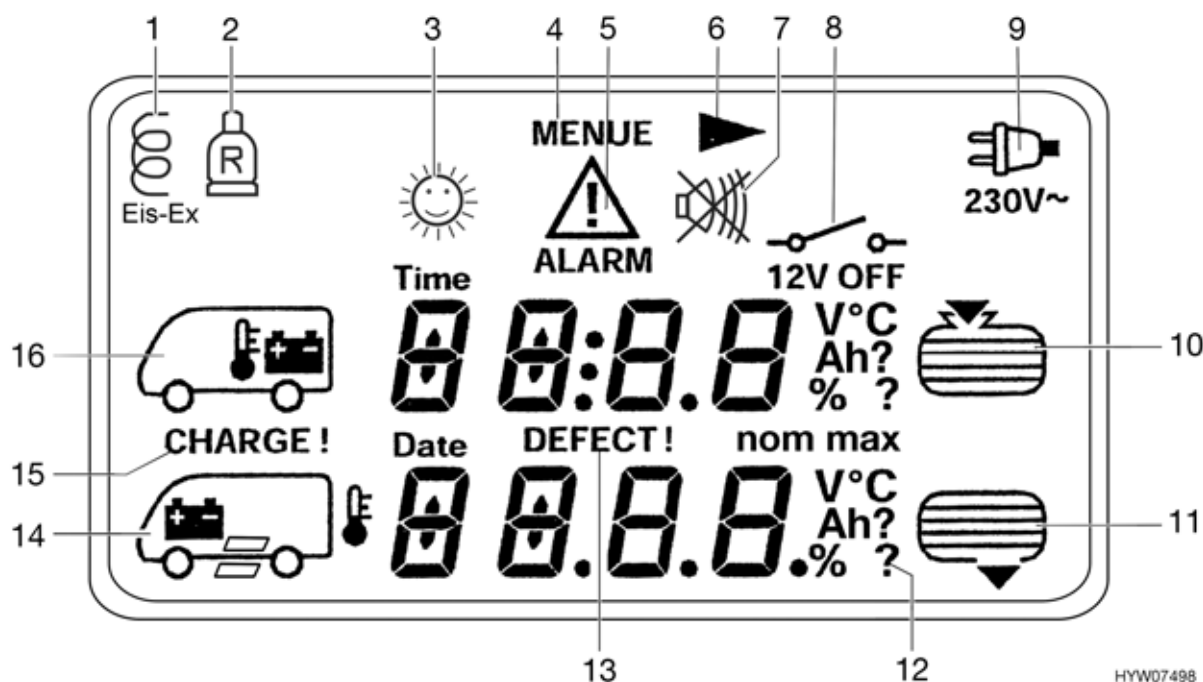

Fig. 130 Rappresentazione dei simboli sul display LCD
- La freccia ► (Fig. 130,6) nel display LCD indica che il menu selezionato è composto da diverse pagine di menu. Premendo ripetutamente il tasto di menu utilizzato si passa alla successiva pagina di menu corrispondente.
Il menu base appare e i simboli (Fig. 130,5, 15 e 16) iniziano a lampeggiare non appena la tensione della batteria dell'abitacolo scende al di sotto di 12 V (misurazione durante il normale esercizio) con conseguente rischio che la batteria si scarichi troppo. Inoltre lampeggia l'indicatore della tensione nel menu Batteria.
Appare il menu base e il simbolo (Fig. 130,16) lampeggia. Inoltre nel menu Batteria vengono indicati i dati in Ah e il sollecito "CHARGE!".
Appare il menu base e il simbolo (Fig. 130,16) lampeggia. Inoltre nel menu Batteria viene indicato "DEFECT!".